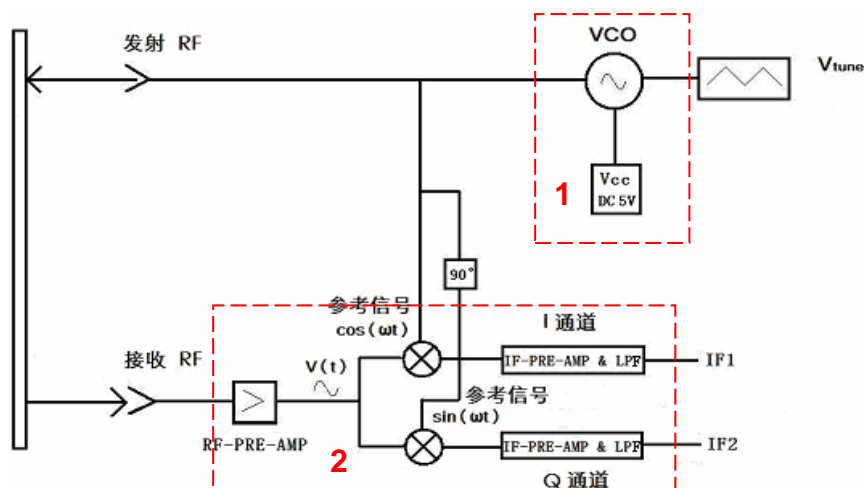

图 3 IVS-148 结构示意图
**信号源：**（图 3 中 1 部分所示。）
**信号处理：**（图 3 中 2 部分所示。）